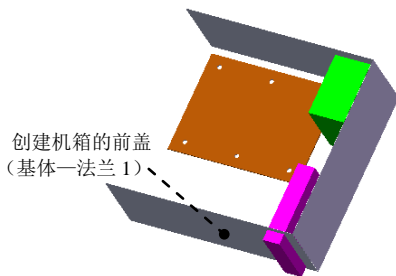

图 17.4.7 创建机箱前盖
Step3. 创建图 17.4.7 所示的基体一法兰 1。
(1) 选择命令。选择下拉菜单 **插入(I)** → **钣金(B)** →  **基体法兰(A)...** 命令。
(2) 定义特征的横断面草图。选取上步绘制的草图作为横断面草图。在草图工具栏中单击  命令, 退出草图环境, 此时系统弹出“基体法兰”对话框。
(3) 定义拉伸深度属性。采用系统默认的深度方向。在“基体法兰”对话框的 **钣金参数(S)** 区域中, 输入厚度值 0.5。在 **折弯系数(A)** 区域中的下拉列表中选择 **K 因子** 选项, 并在其文本框中输入 0.4。
(4) 单击  按钮, 完成基体一法兰 1 的创建。